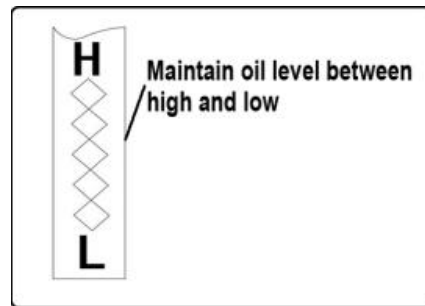

Bild 35
4. Öppna oljekorken och ta bort det från oljepåfyllningsröret. Kontrollera oljenivån. Om oljemätstickans avläsning ligger under "LOW"-märket, tillsätter du olja långsamt och kontrollerar nivån tills du når "HIGH". Se bild 35.